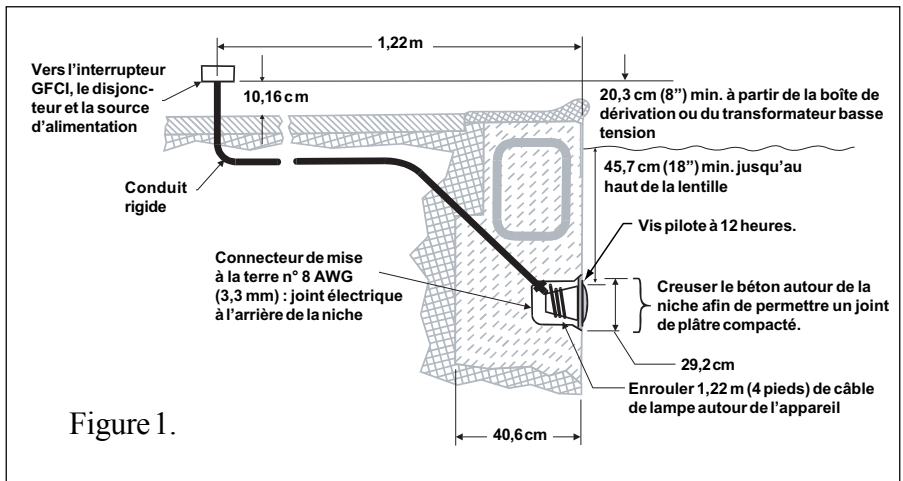

Figure 1.
A. Avant que l'appareil d'éclairage ne puisse être installé, l'électricien devra procéder aux préparatifs suivants (cf. figure 1 ci-dessous).
- b. La boîte de dérivation (ou, pour les modèles de 12 volts, le transformateur basse tension) est située à au moins 20,3 cm (8 pouces) au-dessus du niveau du sol et à au moins 1,22 m (48 pouces) du bord de la piscine (cf. figure 1 ci-dessous).
- d. La niche submersible doit être installée convenablement, de telle manière que le trou de la vis soit à 12 heures et que le rebord supérieur de la lentille du luminaire soit à une profondeur d'au moins 45,7 cm (18 pouces) au-dessus de la surface de l'eau dans la piscine (cf. figure 1 ci-dessous).
- e. La niche immergée comporte des joints électriques appropriés et est convenablement reliée à la terre au moyen du connecteur de terre n° 8 AWG (3,3 mm) situé à l'arrière de la niche (cf. figure 1).
1. Acheminer le cordon à travers le conduit jusqu'à la boîte de dérivation en laissant au moins 1,22 m (4 pieds) à enrouler autour de la lampe au niveau de l'appareil d'éclairage (cf. figure 1). Ce mètre vingt-deux permet de procéder au remplacement de la lampe une fois la piscine remplie d'eau.
- d. La niche immergée est correctement installée de manière à ce que le bord supérieur de la lentille de la lampe soit à au moins 45,7 cm (18 pouces) au-dessous de la surface de l'eau dans la piscine (cf. figure 1 ci-dessous).